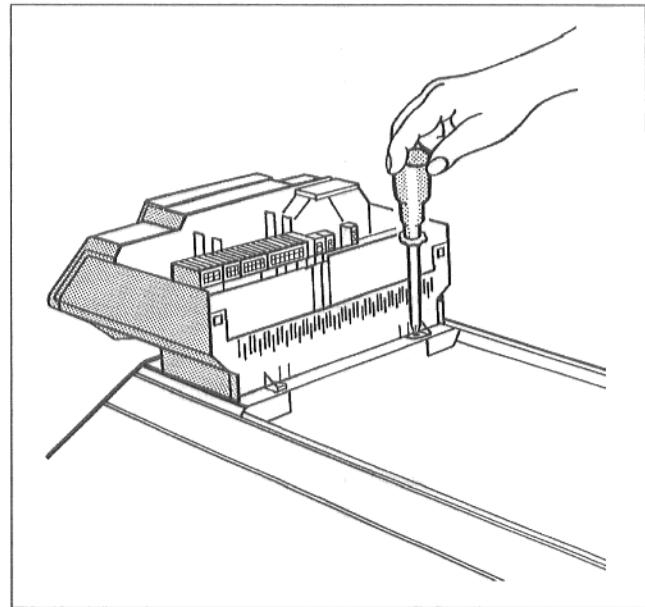

Рис. 17
- Закрепить регулятор на переднем кожухе котла двумя винтами, в задних углах кабельного канала (рис. 17).